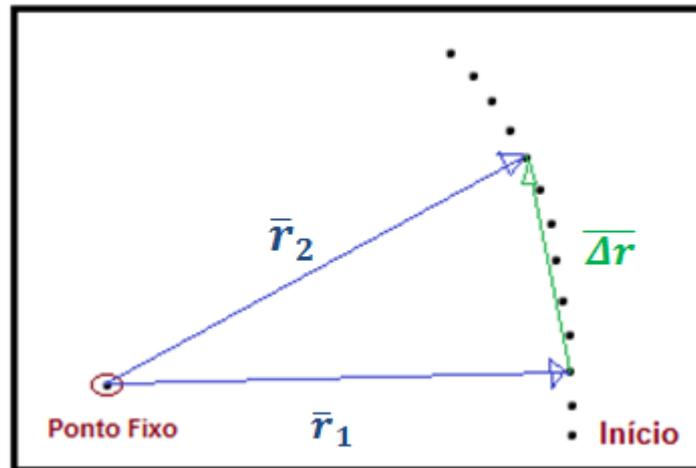

Figura 4: Representação da folha sensível.
5. Represente os vetores \vec{r}_i e também os vetores de deslocamento $\vec{\Delta r}$ em escala 1:1 (1 cm de deslocamento = 1 cm de flecha), ou seja, desenhe uma flecha que começa no primeiro ponto do trecho e tem a ponta de seta no último. Como mostra a Figura 4.
6. Determine a velocidade média v , a partir de $\frac{\Delta r}{\Delta t}$ do puque para cada trecho e a elongação da mola ($x-x_0$); não se esqueça de levar em conta a diferença medida no item 3 acima. A velocidade instantânea no ponto central de cada trecho de trajetória selecionado no item 4 acima (o ponto central é o quarto ponto do trecho) pode ser aproximada pelo valor da velocidade média no trecho. Para obter o módulo do vetor momento angular, é necessário também conhecer a direção da velocidade: